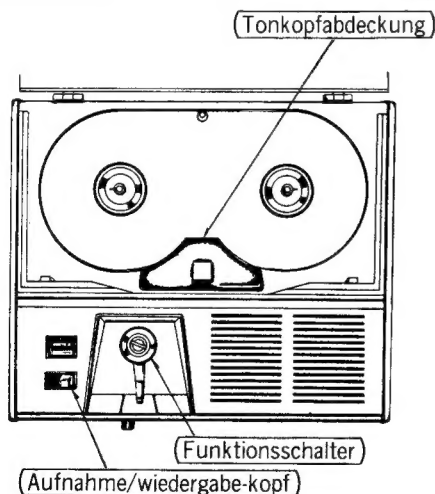

Abb. 8
2. Aufnahmeknopf herausziehen (Abb. 8).